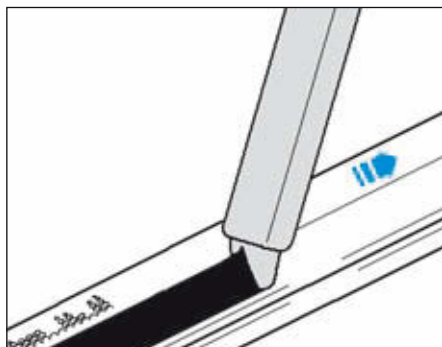

FIG.17
- Appliquer le cordon de colle à l'aide d'un outil approprié au milieu de la trace du primaire (Fig.17).